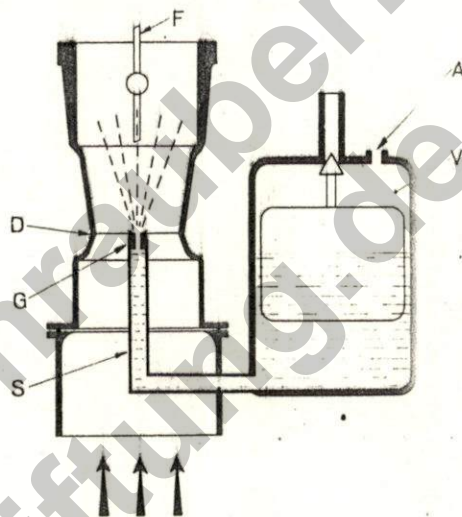
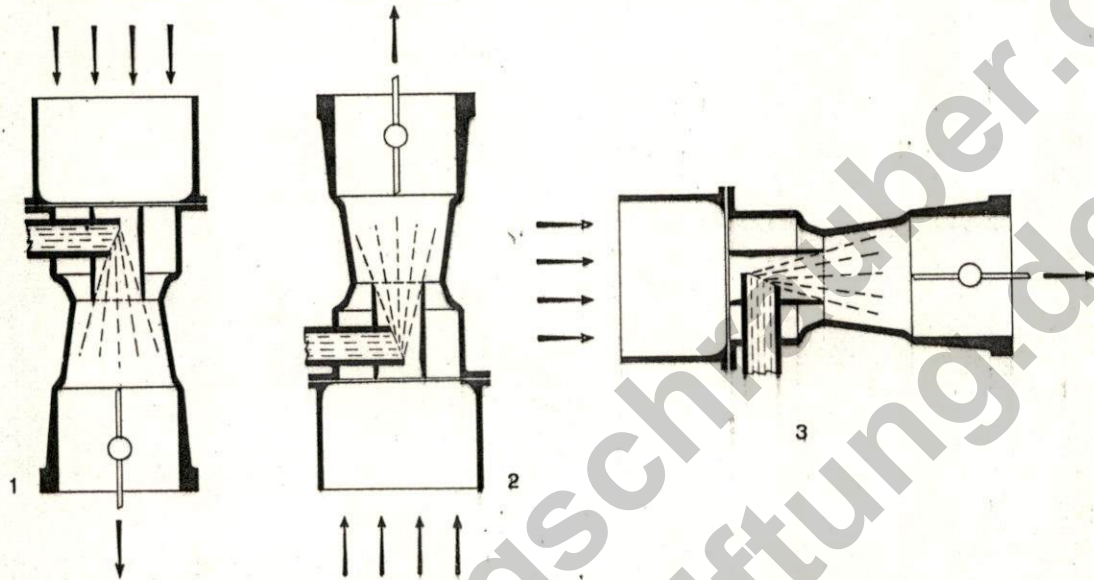

Abb. 6
Abb. 8
In **Abb. 6** ist ein elementarer Steigstromvergaser veranschaulicht, der folgende Teile umfaßt:
Ausser dem in Abbildung 6 gezeigten Vergaser gibt es auch noch andere Bauarten, deren Saugkanal anders angeordnet ist; einige Beispiele sind in Abb. 8 wiedergegeben.
b) mit ihm ist der Leerlaufbetrieb des Motors unmöglich, da er mit keiner geeigneten **Leerlaufvorrichtung** ausgerüstet ist. Bei im Leerlauf arbeitendem Motor ist der Unterdruck im Lufttrichter derart gering, dass vom **Spritzrohr S** - Abb. 6 - kein Kraftstoff angesaugt werden kann.